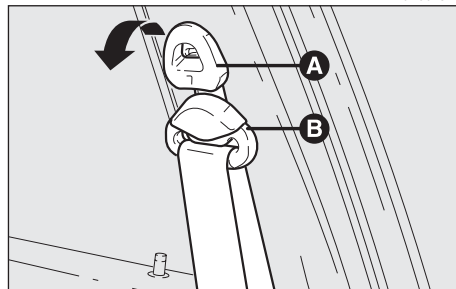
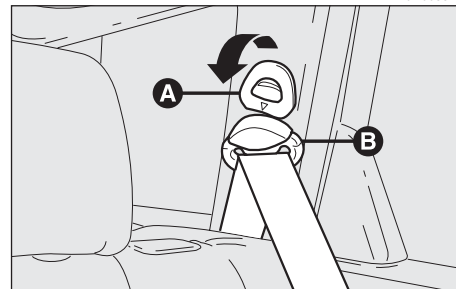

fig. 50
fig. 51
Pour effectuer le réglage, remonter ou baisser la poignée (A-fig. 50) des ceintures avant ou (A-fig. 51) des ceintures arrière latérales (uniquement pour les versions Sportwagon) du mécanisme de blocage (B) tout en déplaçant l'anneau de renvoi (B) dans la position admise la plus indiquée.
*Après le réglage, vérifier toujours que le curseur (B) soit ancré dans l'une des positions prévues. Par conséquent, exercer, la poignée (A-fig. 50) ou (A-fig. 51) lâchée, une poussée ultérieure pour permettre le déclic du dispositif d'ancrage au cas où la détente ne s'était pas produite en correspondance de l'une des positions stables.*